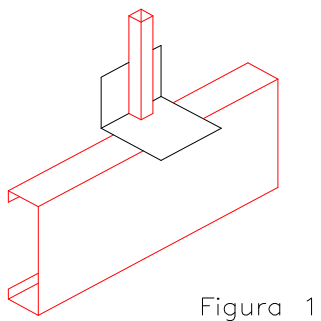

Figura 1
- 1.- Colocar los soportes del ventilador (figura 1)